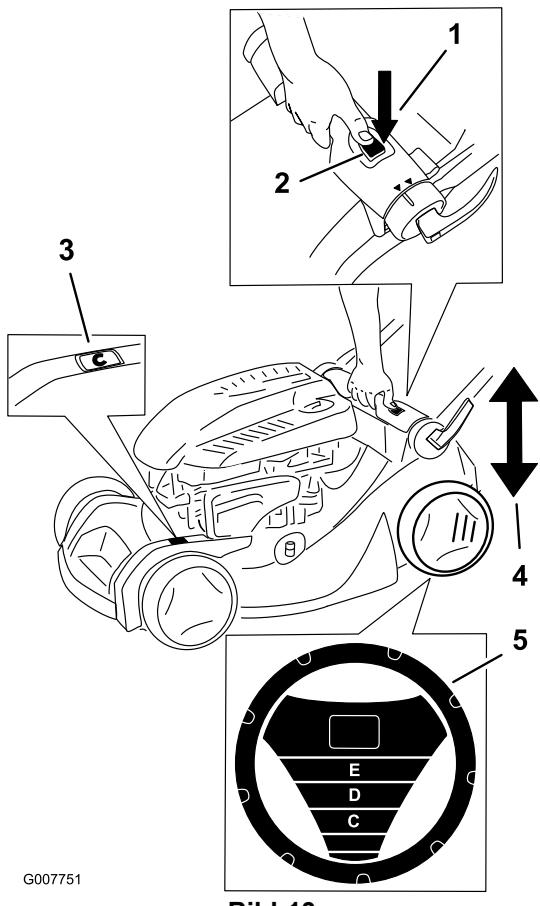

Bild 13
Hinweis: Das SmartWheel® berechnet die optimale Einstellung, um sicherzustellen, dass Sie nie mehr als ein Drittel der Grashalme abschneiden (Bild 13).
2. Schieben Sie den Rasenmäher auf die Rasenfläche, halten Sie den Rasenmäher an, wenn das Smart Wheel-Motiv senkrecht ist (Bild 13).
4. Drücken Sie die Taste für das Einstellen der Schnitthöhe und halten Sie den Einstellgriff für die Schnitthöhe fest, um die Schnitthöhe nach oben oder unten zu verstetllen (Bild 13).
5. Heben Sie den Griff an oder drücken ihn nach unten. Stellen Sie die gewünschte Schnitthöhe mit der Schnitthöhenkala ein (Bild 13).